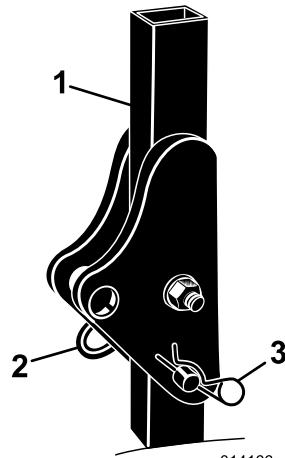

図3
- 機体の左右で保護バーからヘアピンコッターを抜き、ピンを外す(図3)。
- ROPSをまっすぐに立ててピンで固定し、ヘアピンコッターでロックする(図3)。